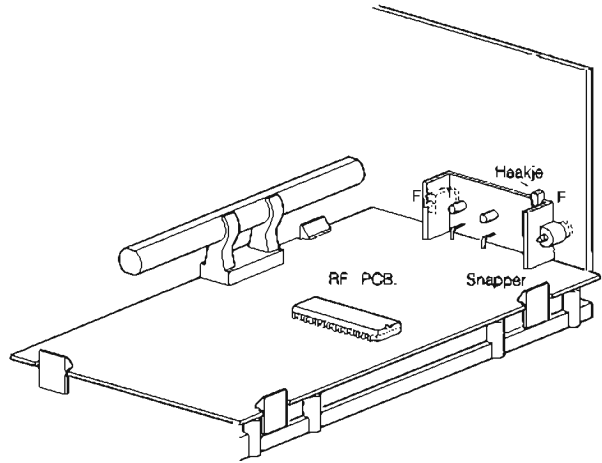

Fig. 5
**Manutention de la platine RF (voir fig.5)**